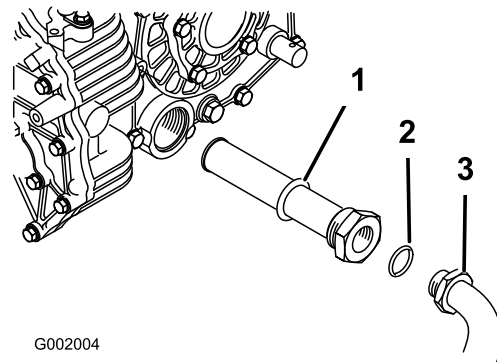

Figura 68
5. Retire el tubo hidráulico y el codo de 90° (Figura 68).